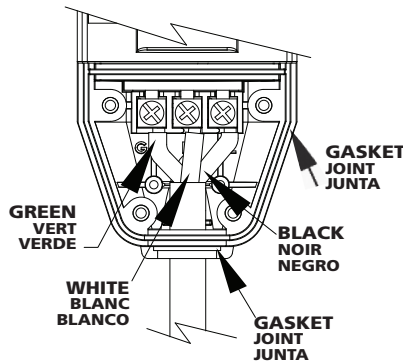

FIG. 2
1. Select the appropriate cord grommet and place it on to the cord as shown in Figure 2. Example, cord marked 12/3 AWG must use the 12/3 grommet, cord marked 14/3 AWG must use the 14/3 grommet, and 16/3 AWG must use the 16/3 grommet. The grommets are marked by the wire size.
4. Loosen the terminal screws, connect the black wire to the terminal marked L, the white wire to the terminal marked N, and the green wire to the terminal marked G. Secure the screws tightly, making sure the connections are properly oriented and there are no loose strands, otherwise a shock hazard may exist. See Figure 2.
1. Sélectionnez le passe-fil de cordon approprié et placez-le sur le cordon comme illustré sur la Figure 2. Exemple, le cordon marqué 12/3 AWG doit utiliser le passe-fil 12/3, le cordon marqué 14/3 AWG doit utiliser le passe-fil 14/3 et le cordon marqué 16/3 AWG doit utiliser le passe-fil 16/3. La taille du câble indique les passe-fils à utiliser.
4. Desserrez les vis des bornes, puis branchez le fil noir à la borne L, le fil blanc à la borne N et le fil vert à la borne G. Serrez fermement les vis, en vous assurant que les branchements sont correctement orientés et que les fils ne sont pas lâches, sinon il existe un risque d'électrocution. Voir la Figure 2.